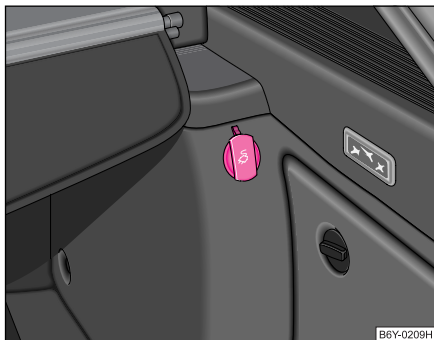

Abb. 72 Gepäckraum:
- Öffnen Sie die Steckdosenabdeckung ⇒ **Abb. 72**.